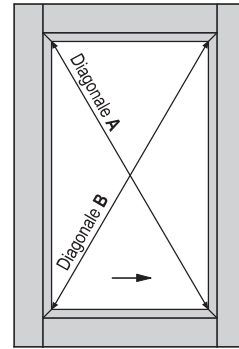

fig. 1
- 1) Verificare che i montanti e i traversi dell'anta e del telaio siano ortogonali (in squadra) rilevando e confrontando le dimensioni delle diagonali (fig. 1).